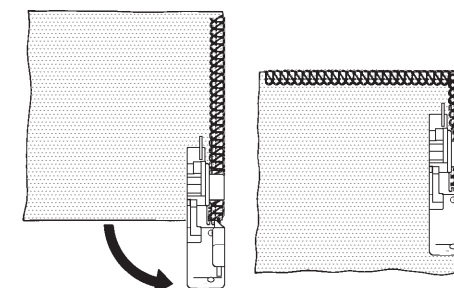

Fig. 1
3. Turn the fabric, lower the presser foot and begin stitching in the new direction. Fig. 1.
3. Tourner le tissu, redescendre le pied presseur et coudre dans la nouvelle direction (Fig.1).
3. Gire el tejido, baje el pie prensatelas y continúe cosiendo en la nueva dirección. Fig. 1.
3. Ruotare il tessuto, abbassare il piedino pressore e cominciare a cucire nella nuova direzione. Fig. 1
3. Draai de stof, laat het voetje op de stof zakken en naai in de nieuwe naairichting. Fig. 1.
1. Snap the detachable cord guide, in your accessory set onto the thread guide pole (Fig. 1).
2. Place a filler cord, such as a crochet cotton, gimp, wool, knitting yarn, or shirring elastic at the rear of the machine spool pin. Pass the cord through the cord guides (1) and (2) and then through the left needle thread guide (3). See Fig. 1.
1. Placer le guide-fil spécial amovible doté en accessoire sur l'antenne porte-fils (Fig.1).
2. Placer un fil de renfort, tel que fil de laine, cordonnet fin ou élastique, etc ... à l'arrière des porte-bobines de la machine. Passer le fil de renfort dans les guides spéciaux (1) et (2) montés sur la coque de la machine, puis dans le passe-fil de l'aiguille gauche (3). Voir Fig.1.
1. Colocar la guía del cordón en la barra guía del hilo (Fig. 1).
Pasar el cordón a través de las guías del cordón (1) y (2) y luego a través de la guía del hilo de la aguja izquierda (3). Ver Fig. 1.
1. Porre la guida del cordone sul sostegno guida filo. (Fig. 1).
Far passare il cordone attraverso il guida filo ago di sinistra (3) vedere Fig. 1
1. Kijk de extra, koordgeleider op de garenstandaard-antenne zoals afgebeeld.(Fig.1.)
2. Plaats een koordje van katoen, elastiek, of wollen draad, aan de achterzijde van de machine op de tafel. Geleid het koordje door de extra koordgeleiders (1) en (2) en daarna door de linker naalddraadgeleider (3). Zie Fig. 1.